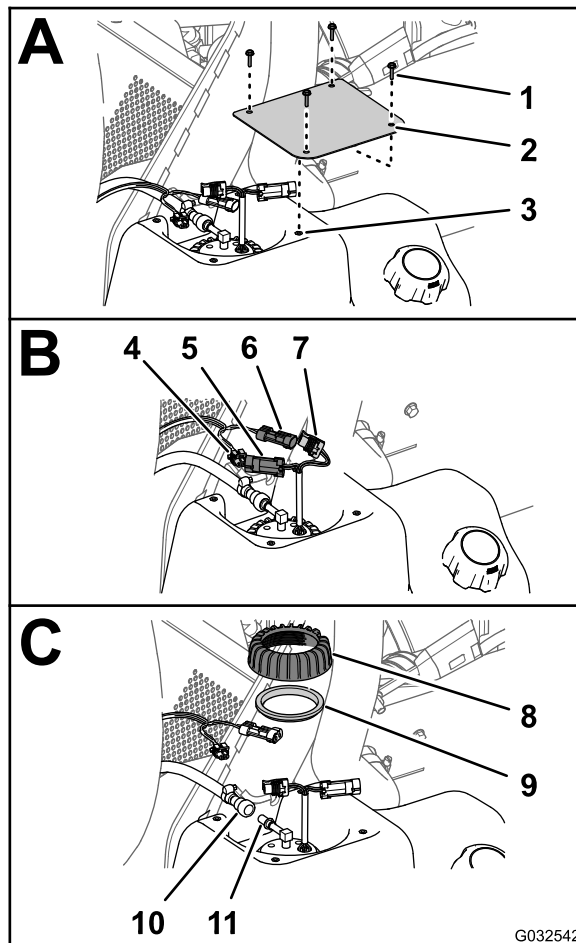

Figure 79
2. Sur le réservoir de carburant, retirez les 4 vis (n° 10 x ¾ po) qui fixent le couvercle au sommet du réservoir et déposez le couvercle (Figure 79).
carburant/transmetteur; débranchez le connecteur à 2 broches du faisceau de la machine du connecteur à 2 broches de la pompe à carburant/transmetteur (Figure 79).
4. Éloignez le manchon de verrouillage du raccord du flexible de carburant du raccord de la pompe à carburant/transmetteur, et débranchez le raccord du flexible du raccord de la pompe (Figure 79).
5. Tournez l'écrou de la pompe à carburant/transmetteur dans le sens antihoraire et déposez l'écrou et le joint (Figure 79).